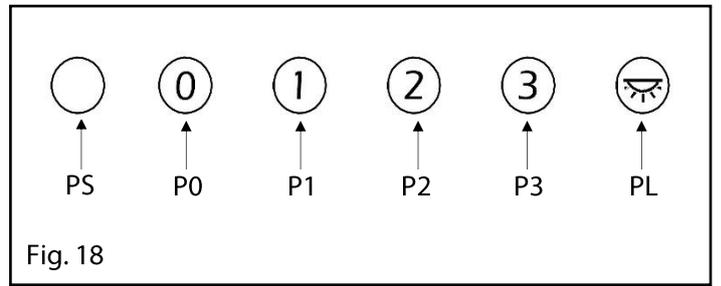

Fig. 18
• **Comando Meccanico** (fig.18)